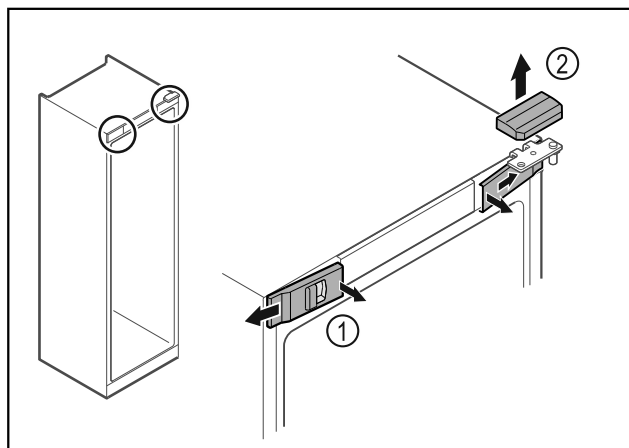

Fig. 7 *
- Vordere Abdeckungen Fig. 7 (1) innen ausrasten und zur Seite abnehmen.*
- Obere Abdeckung Fig. 7 (2) nach oben abnehmen.*